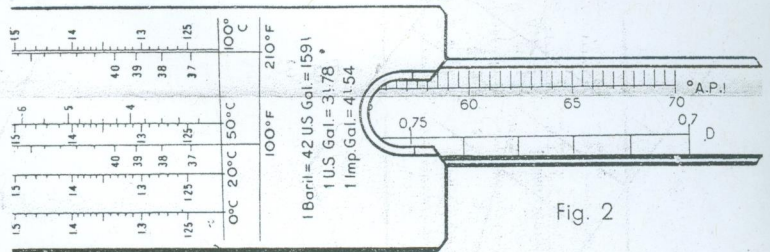

Fig. 2
**Correspondance Gravity A.P.I. — Densité.** — Sur le verso de la réglette mobile se trouve une correspondance entre gravity A.P.I. et densité à 60°F (15.56°C) (Fig. 2).